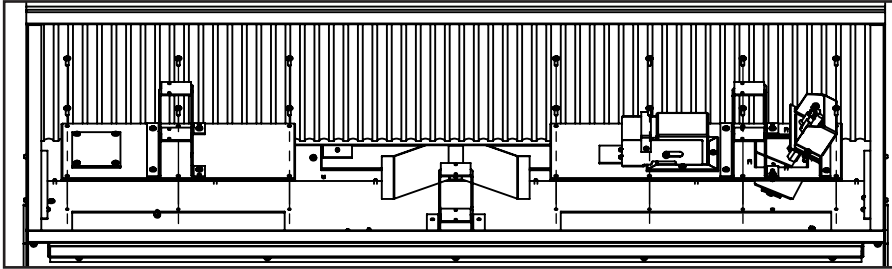

Figure 10. Enlever la porte d'accès
2. Déposer les (14) T-20 boulons retenant les panneaux d'accès comme illustré à la Figure 10.